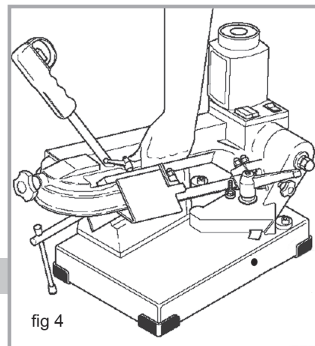

fig 4
- Heben Sie die Maschine wie abgebildet an (Abb. 4).